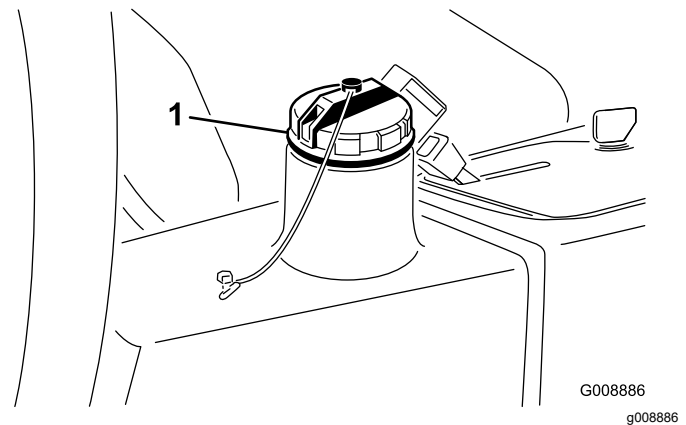

Figura 74
2. Limpe a zona em redor do tubo de enchimento e da tampa do depósito hidráulico (Figura 74) e retire a tampa.